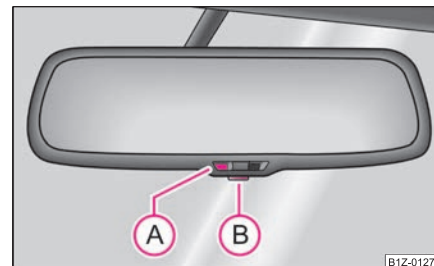

Fig. 51 Specchio interno automatico con posizione antiabbagliamento
- Premere il tasto (B): la spia di controllo (A) si illumina ⇒ fig. 51.